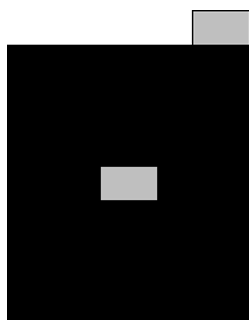
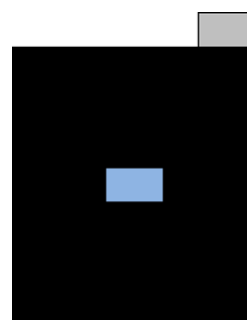

図1 電極の中心部に欠陥(欠損)を有した試作イメージ
図2 電極の中心部に不活性部を試作イメージ
- 図1は電極の一部に塗工部がなく、集電箔のみとなっている例です。図2は、電極の中心部に不活性部(青色部)を試作した例です。いずれも本電極を用いて、セル組み・注液・初充電し、安全性試験に適用できます。